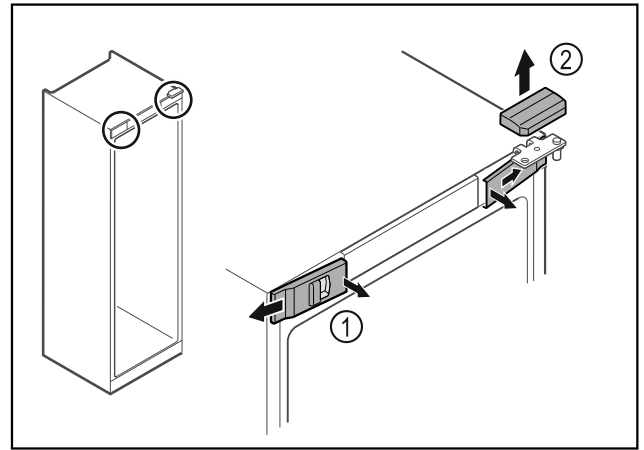

Fig. 12
- ▶ Nxirrni nga foleja kapakët mbulues të përparmë Fig. 12 (1) në pjesën e brendshme dhe hiqini nga anash.
- ▶ Hiqni kapakun mbulues të sipërm Fig. 12 (2) duke e ngritur lart.